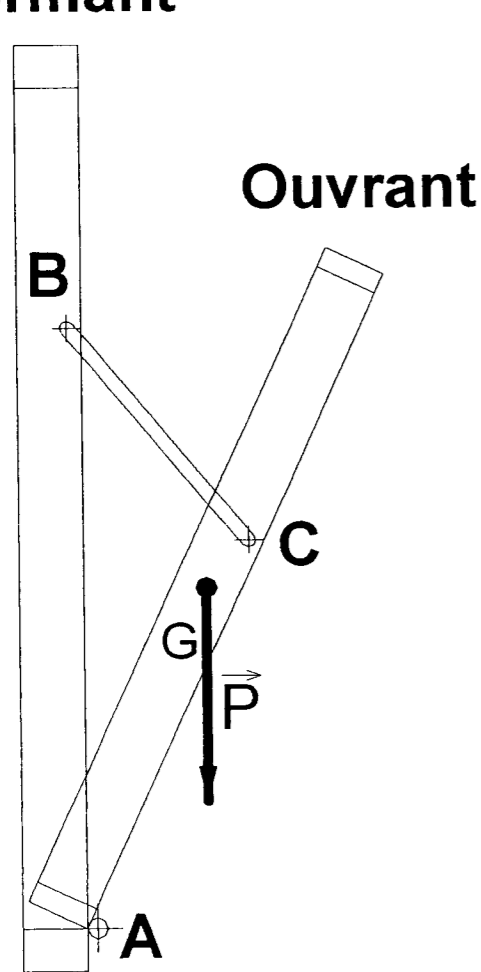

Figure 1
1.1 Déterminer sur la figure 1 la droite d'action de \vec{F}_A .
1.2 Compléter le dynamique des forces en utilisant la droite d'action tracée sur la figure 1.